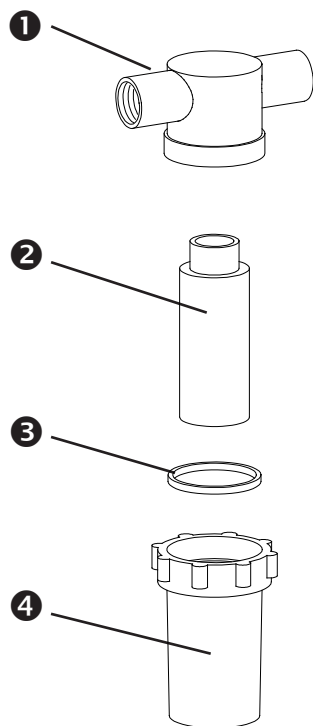

Bild 7. Wasserfilter
- ❶ Filtergehäuse
- ❷ Filterpatrone
- ❸ Dichtung
- ❹ Plexiglas-Behälter
- Plexiglas-Behälter (❹, Bild 7) gegen den Uhrzeigersinn vom Filtergehäuse (❶, Bild 7) abschrauben.
- Filterelement (❷, Bild 7) entnehmen und durch ein neues (Art.Nr. 502.0891.0) ersetzen.